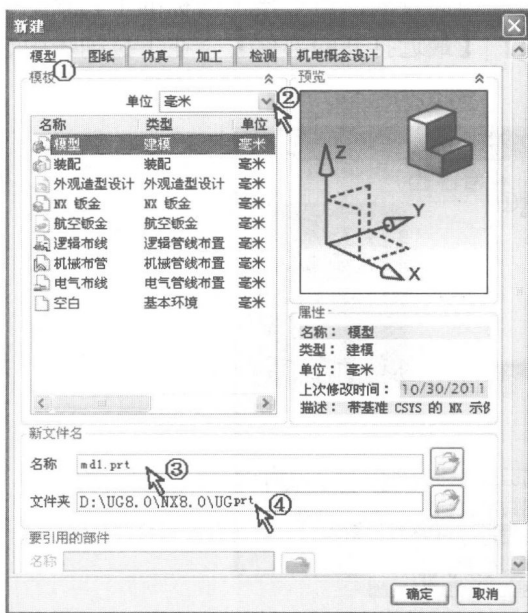

图 1-14 “新建”对话框
新建部件文件的方法有两种：一种是选择菜单【文件】|【新建】，弹出“新建”对话框，如图 1-14 所示；另一种方法是单击标准工具条上的“新建”按钮, 弹出“新建”对话框。下面对“新建”对话框中各选项的输入或设置加以说明。
文件类型包括模型、图纸、仿真、加工等,如图 1-14①所示。建模时应选择“模型”,对应的部件文件格式为*.prt。
尺寸单位包括公制单位毫米和英制单位英寸两种,如图 1-14②所示。
在“名称”输入框内输入部件文件的名称,如图 1-14③所示。
在“文件夹”输入框内输入部件文件放置的目录名称,或单击输入框右侧的“浏览”按钮,通过文件目录浏览器选择部件文件存放的目录,如图 1-14④所示。